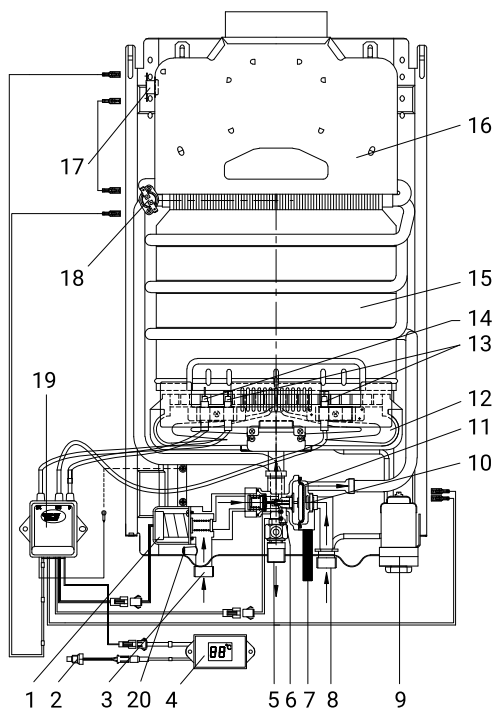

Рис. 5
- открутите сливную заглушку (7 на схеме устройства, рис. 5), для того, чтобы из водонагревателя вылилась вся вода;